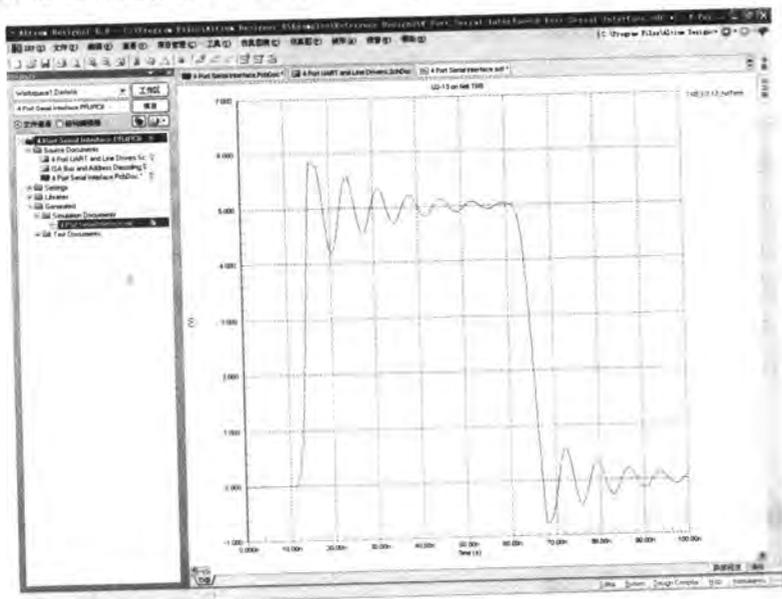

图 12-53 反射分析的波形
- [6] 双击需要分析的网络“TXB”，将其移入右边的网络栏中，单击 **Reflection Waveforms...** 按钮，系统开始运行反射分析，反射分析后的波形如图 12-53 所示。